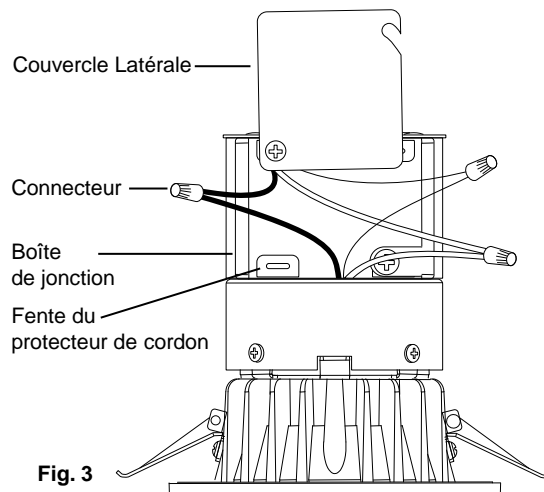

Fig. 3
4. Ouvrez le couvercle latéral de la boîte de jonction. Si vous utilisez un câble BX, retirez l'un des noeuds ronds situés sur le dessus ou sur les côtés de la boîte de jonction. Si vous utilisez un câble NM, enlevez un noeud rectangulaire à l'arrière de la boîte de jonction. Insérez une longueur d'environ 5 à 6 po (12,7 à 15,24 cm) du câble NM dans la boîte de jonction en faisant passer par la fente d'un des protecteurs de cordon. (Fig. 3)
5. Enlevez une longueur d'au moins 3 po (7,62 cm) de la gaine extérieure du câble et retirez le film de plastique ou le papier. Dénudez l'extrémité de tous les fils d'alimentation sur une longueur d'environ 3/8 po (9,5 mm). À l'aide des connecteurs de câble, effectuez les connexions électriques suivantes dans la boîte de jonction (Fig. 3) :